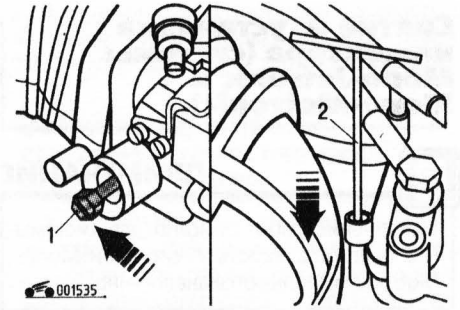

Рис. 4.76. Регулировка оборотов холостого хода и качества (состава) смеси: 1 – винт регулировки холостого хода; 2 – винт регулировки качества (состава) смеси
4. Для изменения частоты вращения коленчатого вала поворачивайте винт 1 (рис. 4.76) регулировки количества смеси. Для регулировки CO поворачивайте винт 2 регулировки качества (состава) смеси. Частота вращения коленчатого вала на холостом ходу должна быть в пределах 950–1050 мин⁻¹.